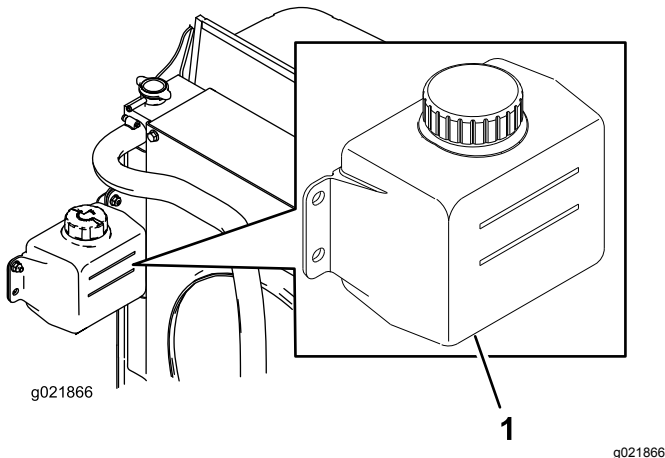

Bild 28
1. Prüfen Sie den Kühlmittelstand im Ausdehnungsgefäß (Bild 28).